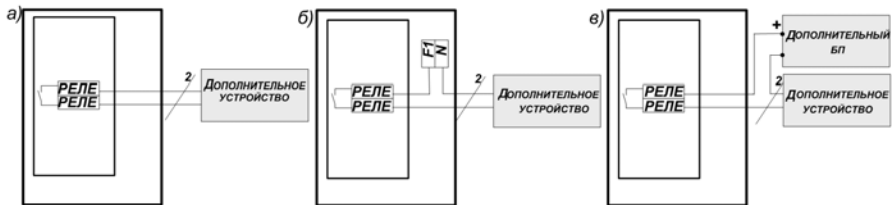

Рис.1
- 2.1.1 Разметить и просверлить на монтируемой поверхности 4 крепежных отверстия диаметром 8мм в соответствии с Рис. 1 Приложения Г.
Электрический монтаж рекомендуется выполнять согласно Рис.1 Приложения В в приведенной ниже последовательности.
2.2.4 Подключить светозвуковой оповещатель к клеммам «РЕЛЕ1» на плате «ТТ901», соблюдая полярность при подключении. Варианты подключения вспомогательных устройств смотри на Рис.1.